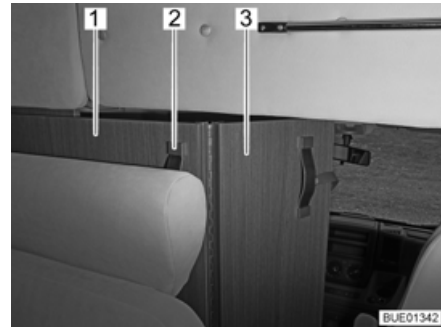

Bild 52 Fahrerhausabtrennung
- Fahrerhausabtrennung (Bild 52,1) am Griffband (Bild 52,2) fassen und so weit nach innen ziehen, bis sich die Kante der Fahrerhausabtrennung etwa auf Höhe der Rückenlehne der Sitzbank befindet (Bild 52).
- Den klappbaren Teil der Fahrerhausabtrennung (Bild 52,3) zwischen den Sitzen des Fahrerhauses ausklappen.